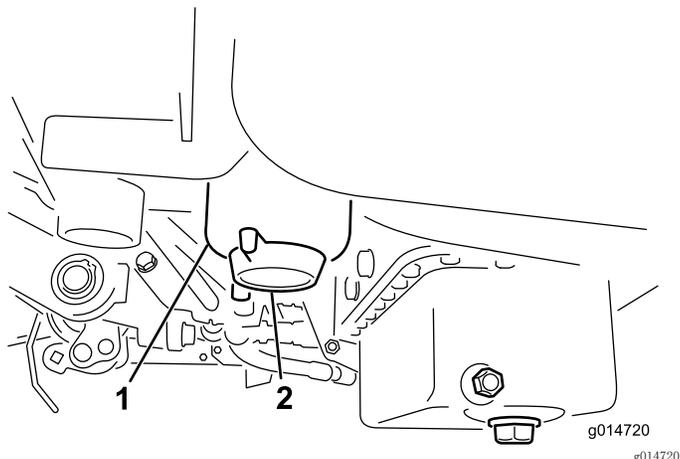

图 36
2. 清洁滤清器过滤筒的安装区域（图 36）。
4. 打开滤清器排油塞（图 36）。